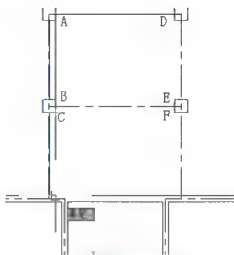

图 2.56 绘制墙体
(1) 保持当前层仍为【墙】图层。
(2) 执行菜单栏中的【绘图】|【多线】命令 (快捷键 ML), 启动【多线】命令。
① 在指定起点或 [对正 (J) / 比例 (S) / 样式 (ST)]: 提示下, 输入 “J” 后按 Enter 键。
② 在输入对正类型 [上 (U) / 无 (Z) / 下 (B)]: 上: 提示下, 输入 “T” 后按 Enter 键, 将对正方式改为 “T” (上对正), 此时比例仍为 “240”。
③ 在指定起点或 [对正 (J) / 比例 (S) / 样式 (ST)]: 提示下, 捕捉图 2.56 所示的 A 点作为多线的起点。
④ 在指定下一点或 [闭合 (C) / 放弃 (U)]: 提示下, 捕捉 B 点作为多线的终点, 按 Enter 键结束命令。
(3) 执行菜单栏中的【工具】|【草图设置】命令, 打开【草图设置】对话框。选择【对象捕捉】选项卡后, 勾选【垂足】捕捉复选框。
(4) 执行【多线】命令(快捷键 ML)。
① 在指定起点或 [对正(J)/比例(S)/样式(ST)]: 提示下, 捕捉 C 点。
② 在指定下一点或 [闭合(C)/放弃(U)]: 提示下, 将光标向下拖至与外墙相接处会出现垂足捕捉点, 如图 2.56 所示, 此时单击该点, 然后按 Enter 键结束命令。
(5) 按 Enter 键重复【多线】命令。